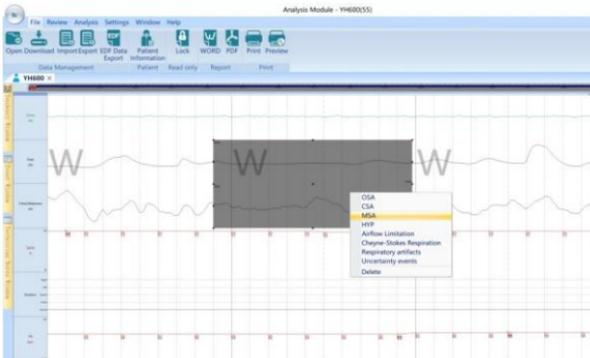

Figura 2-62
- Cambiar eventos: seleccione el evento y haga clic derecho para seleccionar el evento apropiado, como se muestra en la Figura 2-62.